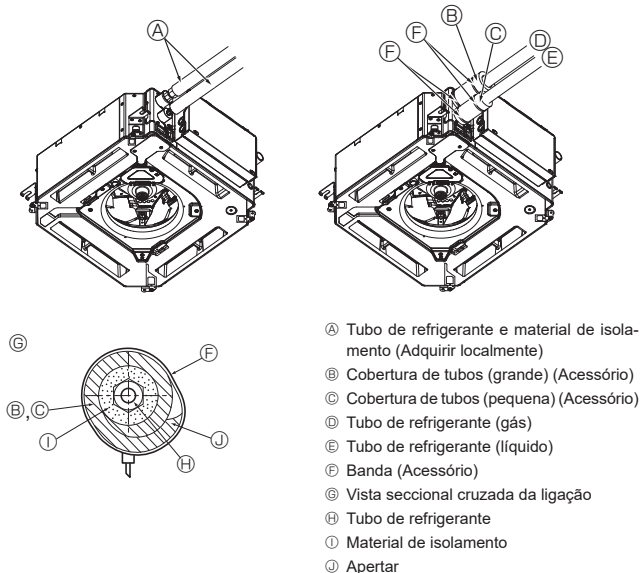

Fig. 5-8
5.5. Ligação do tubo (Fig. 5-8)